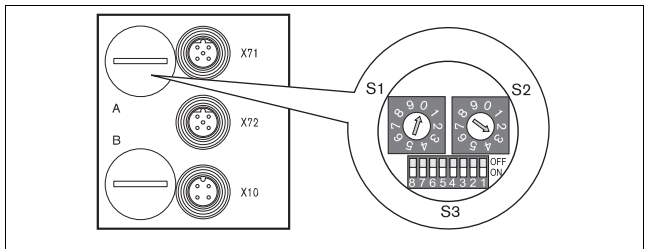

Abb. 8: Adressschalter S1, S2 und Mode-Schalter S3 am Buskoppler
Die Baudrate wird am Schalter S3 eingestellt (siehe Abbildung 8 auf Seite 34). Er befindet sich unter der PG-Schraubkappe **A**.
Die Stationsadresse wird mit Hilfe der beiden Schalter S1 und S2 (siehe Abbildung 8) eingestellt.
- ▶ Vergeben Sie mit S1 und S2 (siehe Abbildung 8) die Stationsadresse von 1 bis 99 frei:
Der Mode-Schalter S3 für die Einstellung der Diagnosemeldungen befindet sich unter der PG-Verschraubung **A** (siehe Abbildung 8 auf Seite 34).